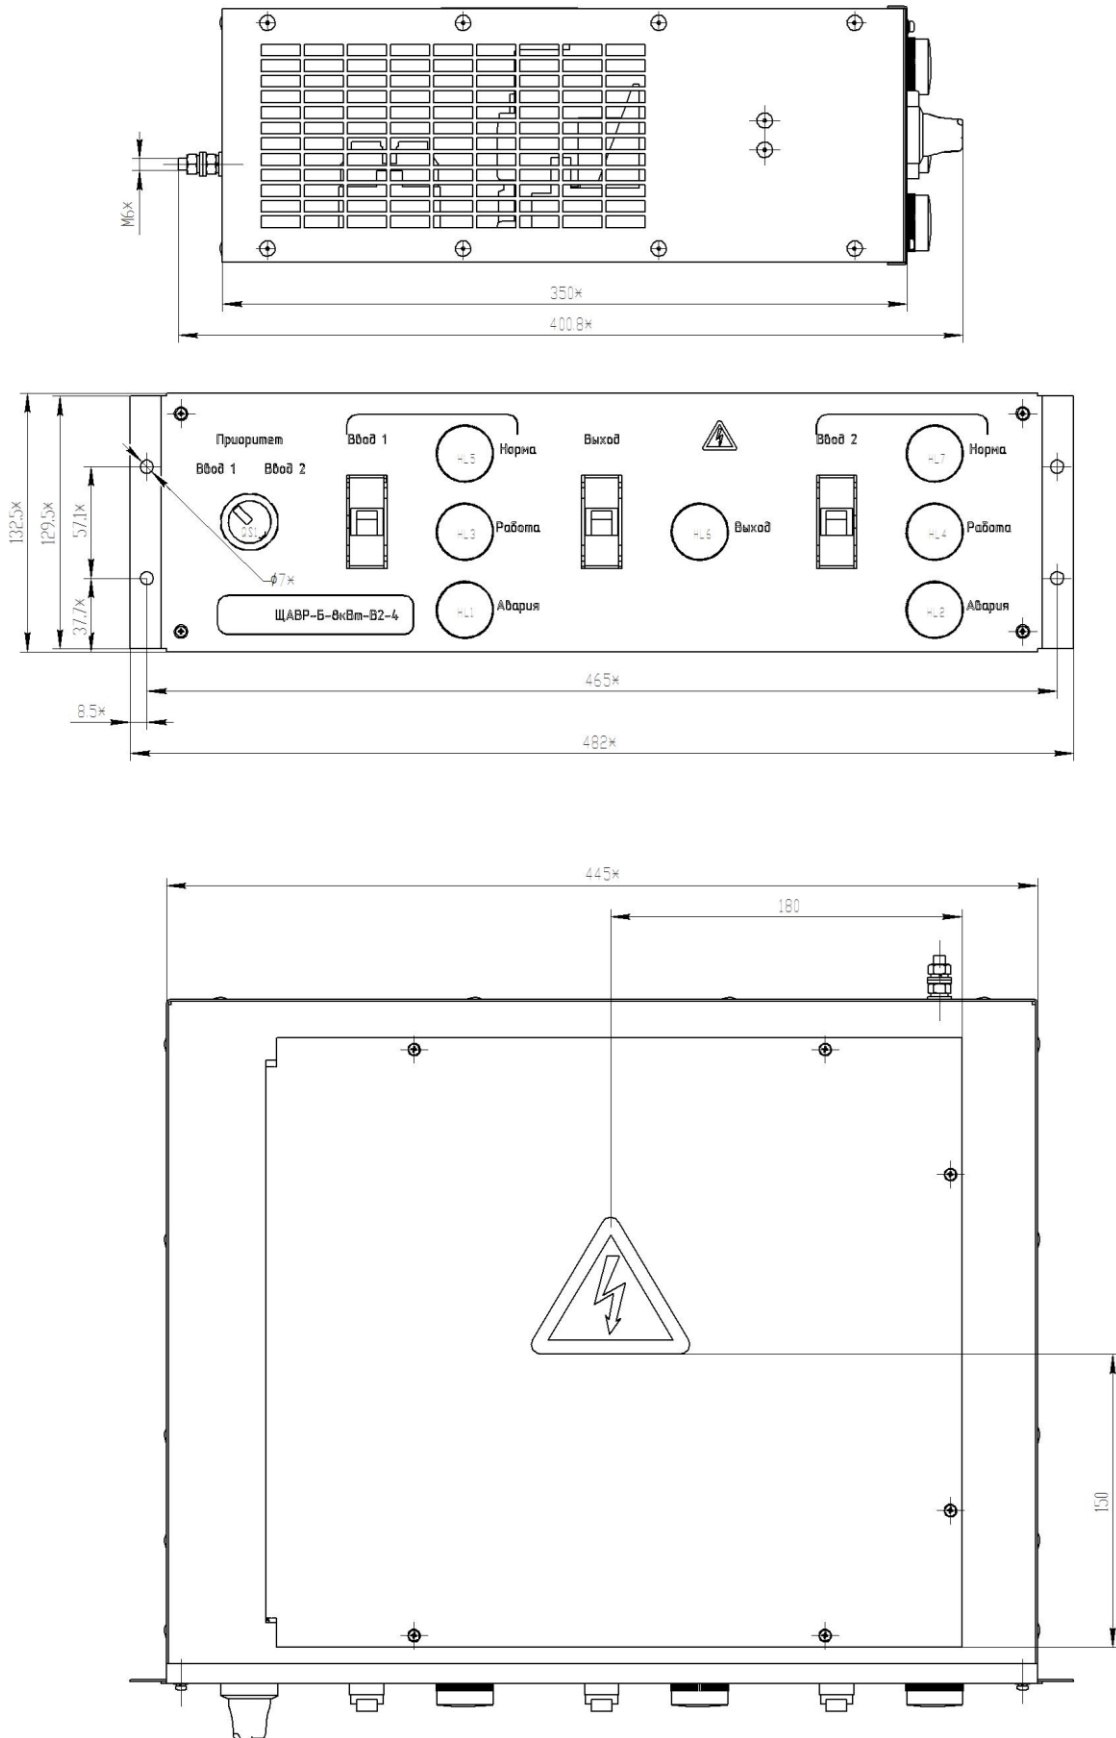

Рис.1. Габаритно-присоединительные размеры щита автоматического включения резерва ЩАВР-Б-8кВт-В2-4.
3.2.4 Габаритно-присоединительные размеры щита указаны на рис. 1.